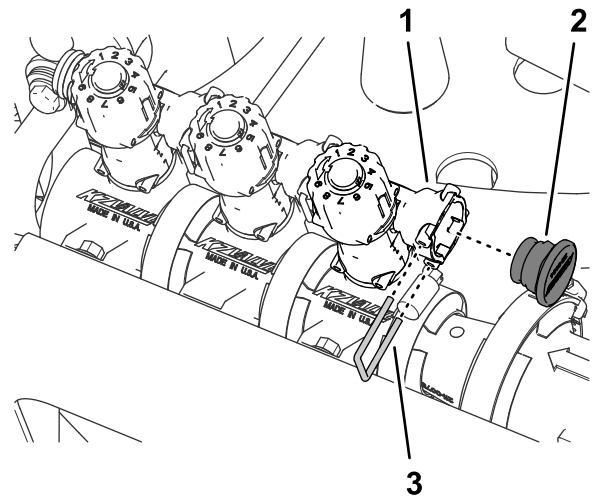

図 67
8. バイパスバルブのクイックコネクティングソケットに、プラグを組み付ける 図 67。
9. ステップ 3 図 67 で外したリテーナを使用して、プラグをクイックコネクティングソケットに固定する。